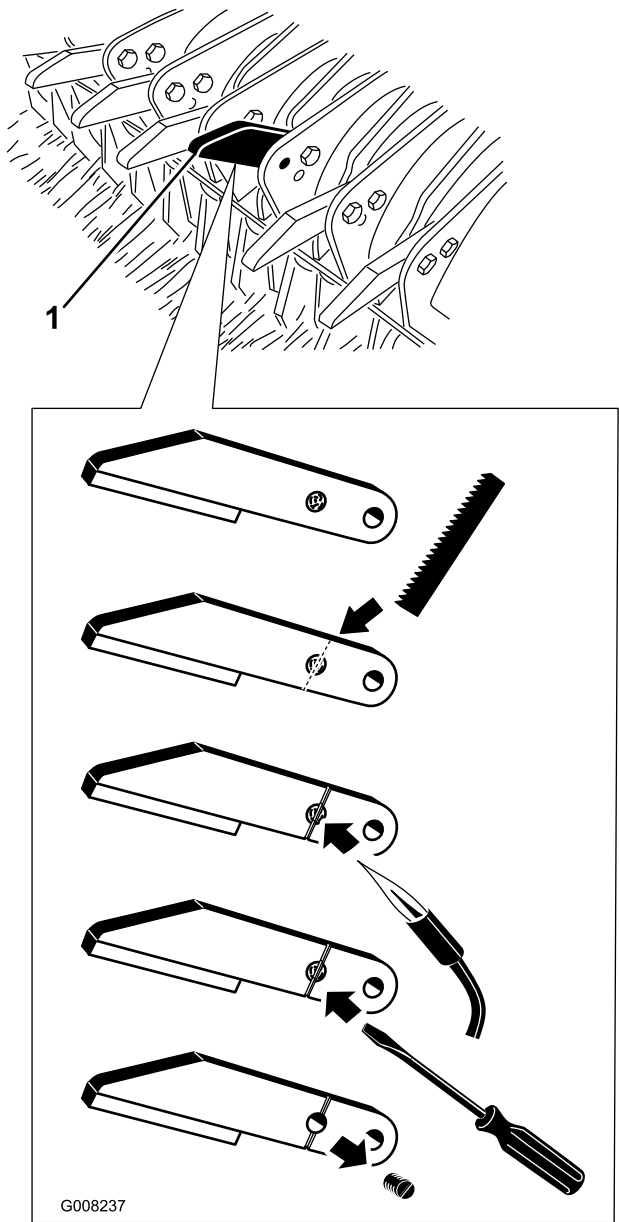

图37
1. 拆下将粉碎刀片固定到刀片上的未断开螺栓 图37。从刀片上取下粉碎刀片。
2. 使用弓锯在螺栓断开端上锯出一个槽一直到粉碎刀片图37。
4. 在槽切好后用焊炬加热断开的螺栓软化螺纹锁固胶图37。
5. 一旦螺纹锁固胶软化即可将断开的螺栓从粉碎刀片取出图37。